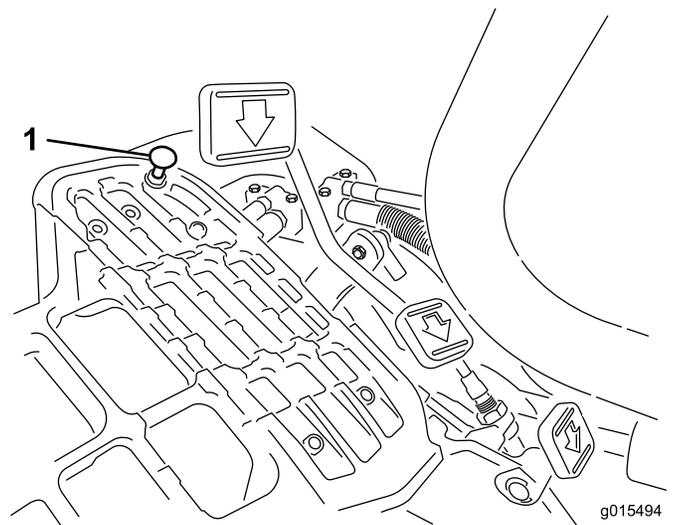

図 38
1. モードレバーを移動走行位置にセットし、ペダルストップを固定しているロックナットをゆるめる 図 38。
モードレバーを移動走行位置にセットし、ペダルを一杯に踏み込めば最高速度となります。ケーブルに張力が掛かる前にペダルがストップ 図 38 に当たる場合には調整が必要です。